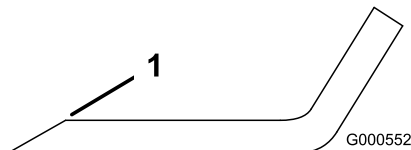

Figura 84
1. Utilice una lima para afilar el filo de corte en ambos extremos de la cuchilla (Figura 84).
**Nota:** Si la cuchilla no está equilibrada, rebaje algo el metal en la parte de la vela solamente con una lima (Figura 84).